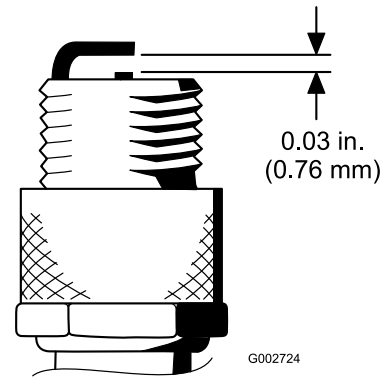

Figura 30
4. Verificate che la distanza tra gli elettrodi centrale e laterale sia 0,76 mm come mostrato in Figura 30